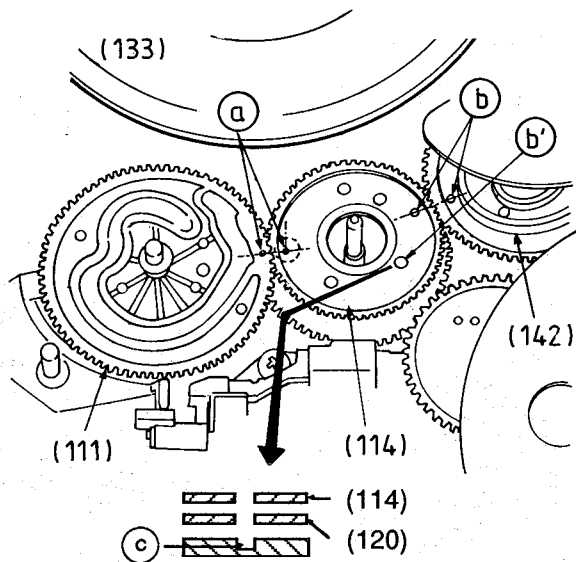
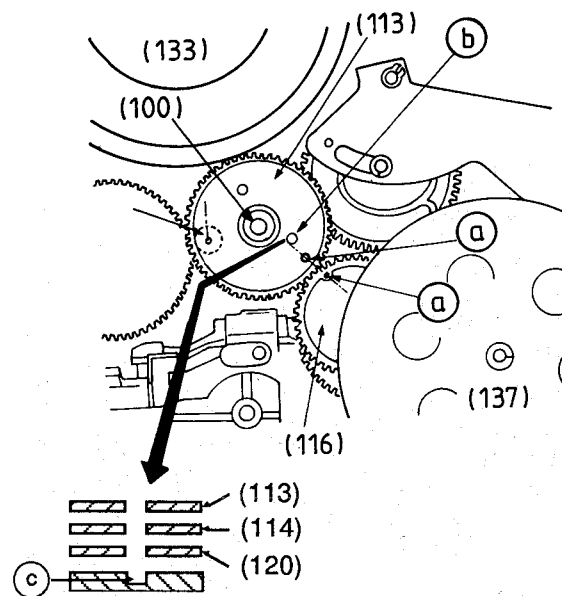
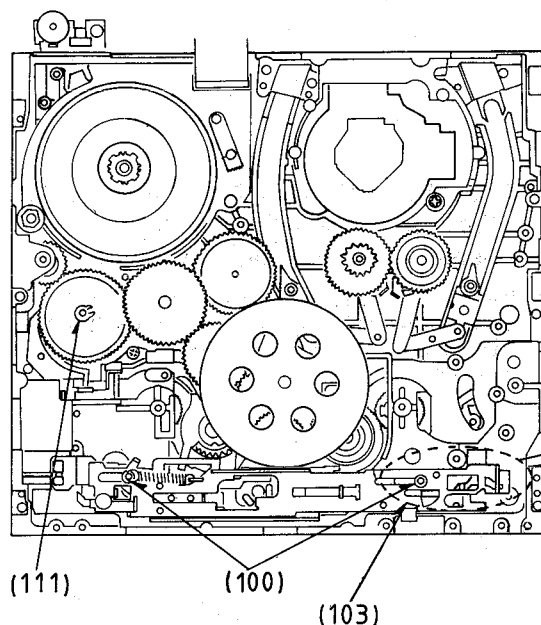

Fig. 52
Fig. 53
Fig. 54
- Zwischenrad (114) auf das Ringrad (120) stecken (Fig. 52). Die Markierungslöcher des Zwischenrades (114) und des Kurvenrades (111), sowie die Markierungslöcher (b) des Zwischenrades (114) und des Ladekurvenrades (142) müssen gegenüberstehen. Gleichzeitig müssen das Markierungsloch (b) des Zwischenrades (114), das Markierungsloch (b) des Ringrades (120) und das Markierungsloch (c) im Laufwerkchassis übereinanderliegen.
7.4 Steuerrad (113)
- Steuerrad (113) so auf das Zwischenrad (114) stecken, daß das Markierungsloch (a) des Steuerrades (113) dem Markierungsloch (a) des Kupplungsrades (116) gegenübersteht und die Markierungslöcher (b) des Steuerrades (113), (b) des Zwischenrades (114), (b) des Ringrades (120) und (c) des Laufwerks übereinanderliegen (Fig. 53).
- Sicherungsring (100) montieren.
7.5 Hauptsteuerschieber (103), Steuerhebel (109)
- Hauptsteuerschieber (103) einsetzen und mit den Sicherungsringen (100) befestigen (Fig. 54).
- Fit the Intermediate gear (114) onto the Ring Gear (120), (Fig. 52). The marked holes (a) on the Intermediate Gear (114) and the Cam Gear (111) and the marked the holes (b) on the Intermediate Gear (114) and the Loading Cam Gear (142) must be aligned towards each other. Simultaneously the marked hole (b) on the Intermediate Gear (114), the marked hole (b) on the Ring Gear (120) and the marked hole (c) on the mechanical chassis must lie accurately over each other.
7.4 Drive Gear (113)
- Fit the Drive Gear (113) onto the Intermediate Gear (114) so that the marked hole (a) on the Drive Gear (113) is aligned towards the marked hole (a) on the Clutch Disk (116), and the marked holes (b) on the Drive Gear (113), marked hole (b) on the Intermediate Gear (114), marked hole (b) on the Ring Gear (120) and the marked hole (c) on the mechanics lie accurately over each other (Fig. 53).
- Fit the Securing Ring (100).
7.5 Main Control Lever (103), Control Lever (109)
- Fit the Main Control Lever (103) and secure with the securing ring (100) (Fig. 54)